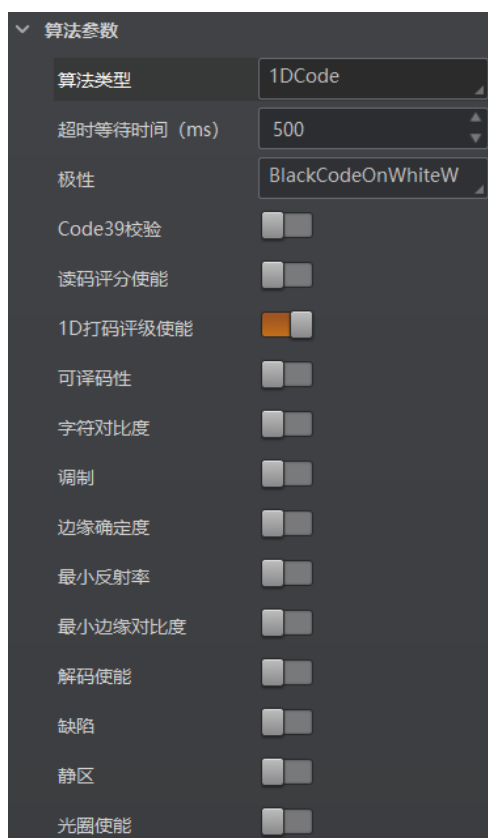

图4-35 一维码打码评级
3. 切换运行模式为 Normal 模式，并开启打码评级使能，如图 4-35 所示。